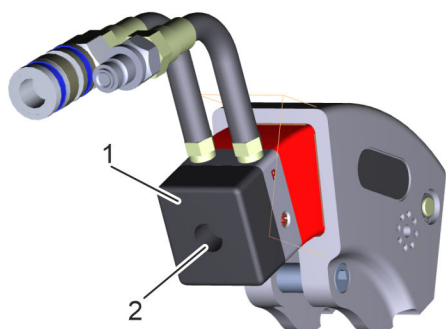

Fig. 11 : bras de réaction
4. ➔ S'assurer que la plaque d'appui (Fig. 11 /1) n'est pas endommagée et que la vis de blocage (Fig. 11 /2) est bien serrée. En cas de dommages, remplacer la plaque d'appui.
- 2 Unité d'entraînement (K)
- 5 Logement de l'axe (7)
- 6 Logement de l'axe (7)
5. ➔ Pour remplacer la plaque d'appui (Fig. 11 /1), desserrer la vis de blocage (Fig. 11 /2) à l'aide d'une clé Allen, remplacer la plaque, puis la fixer avec la vis de blocage.